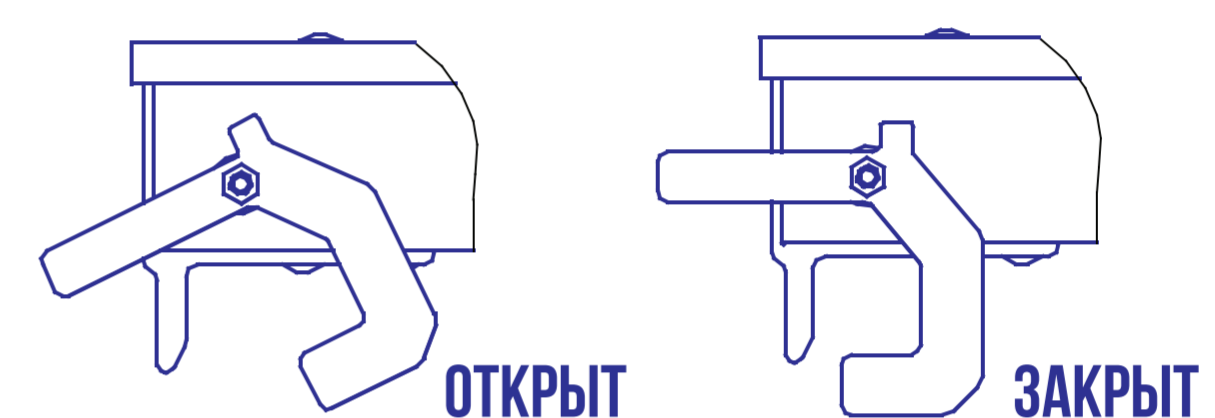
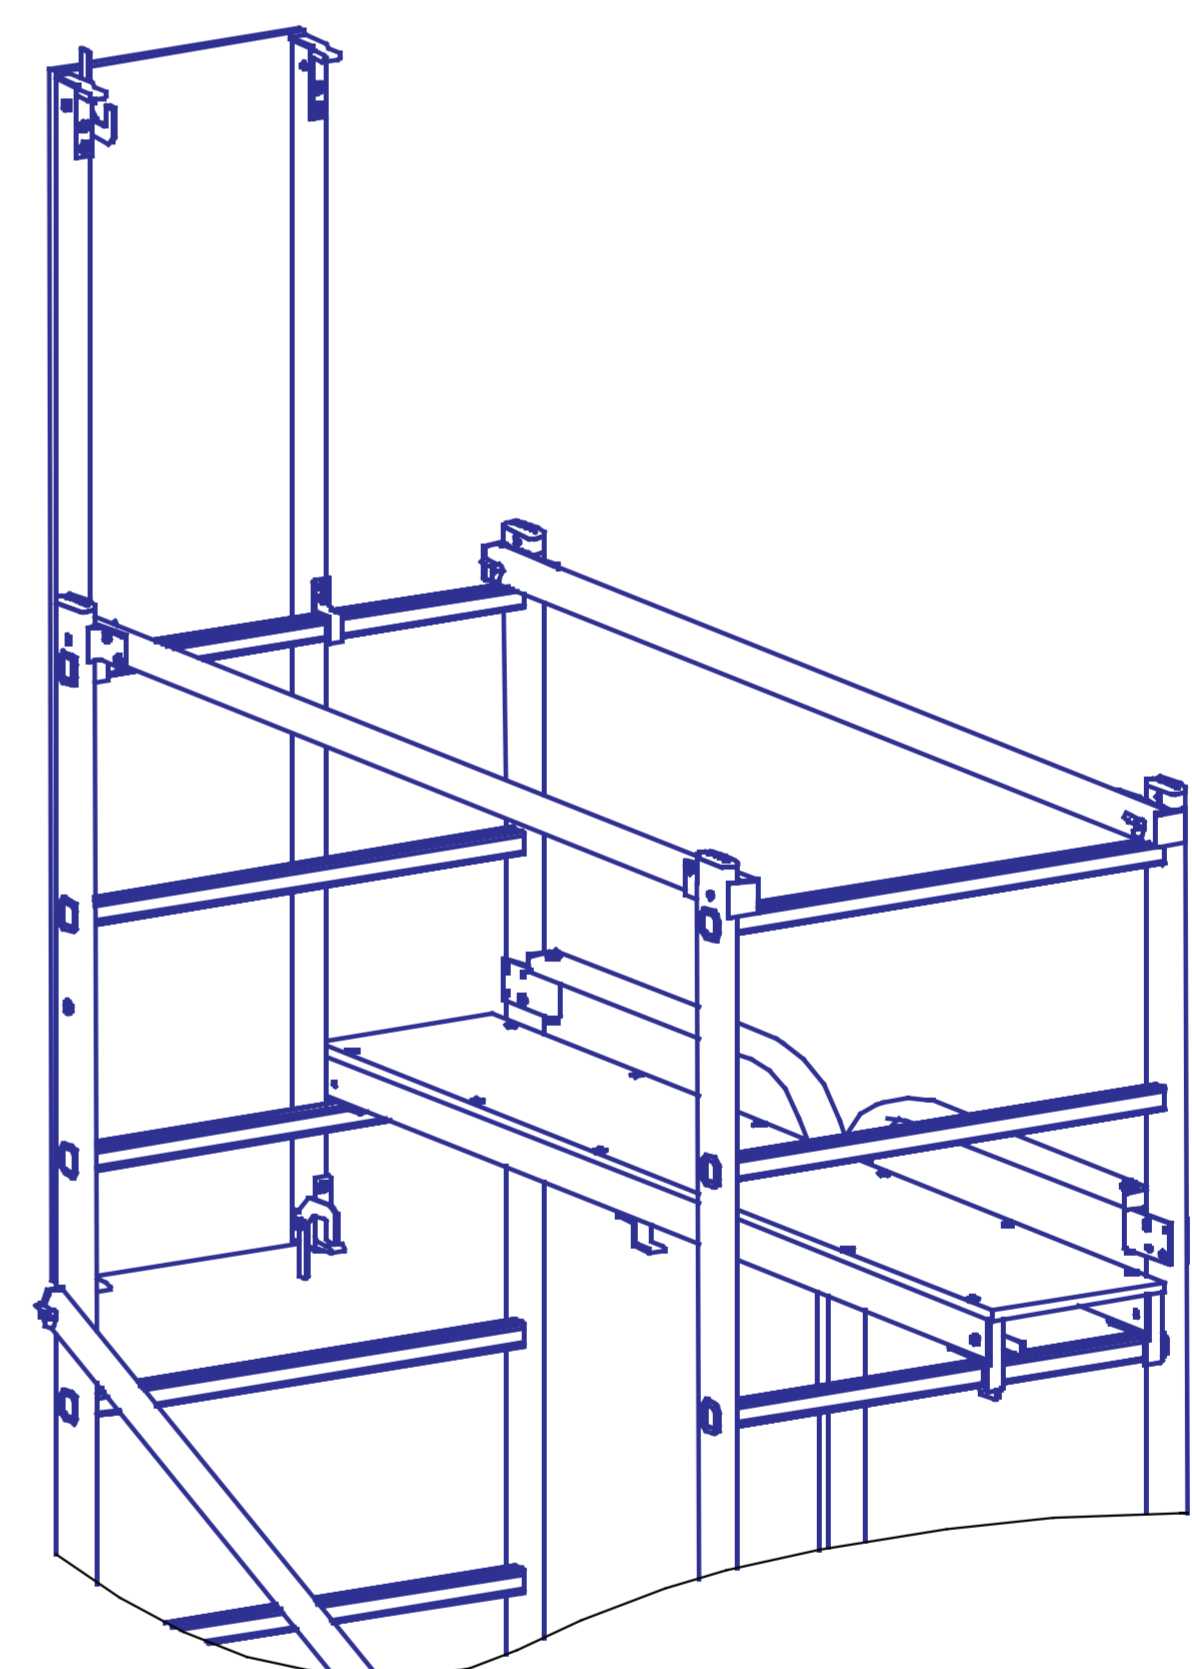
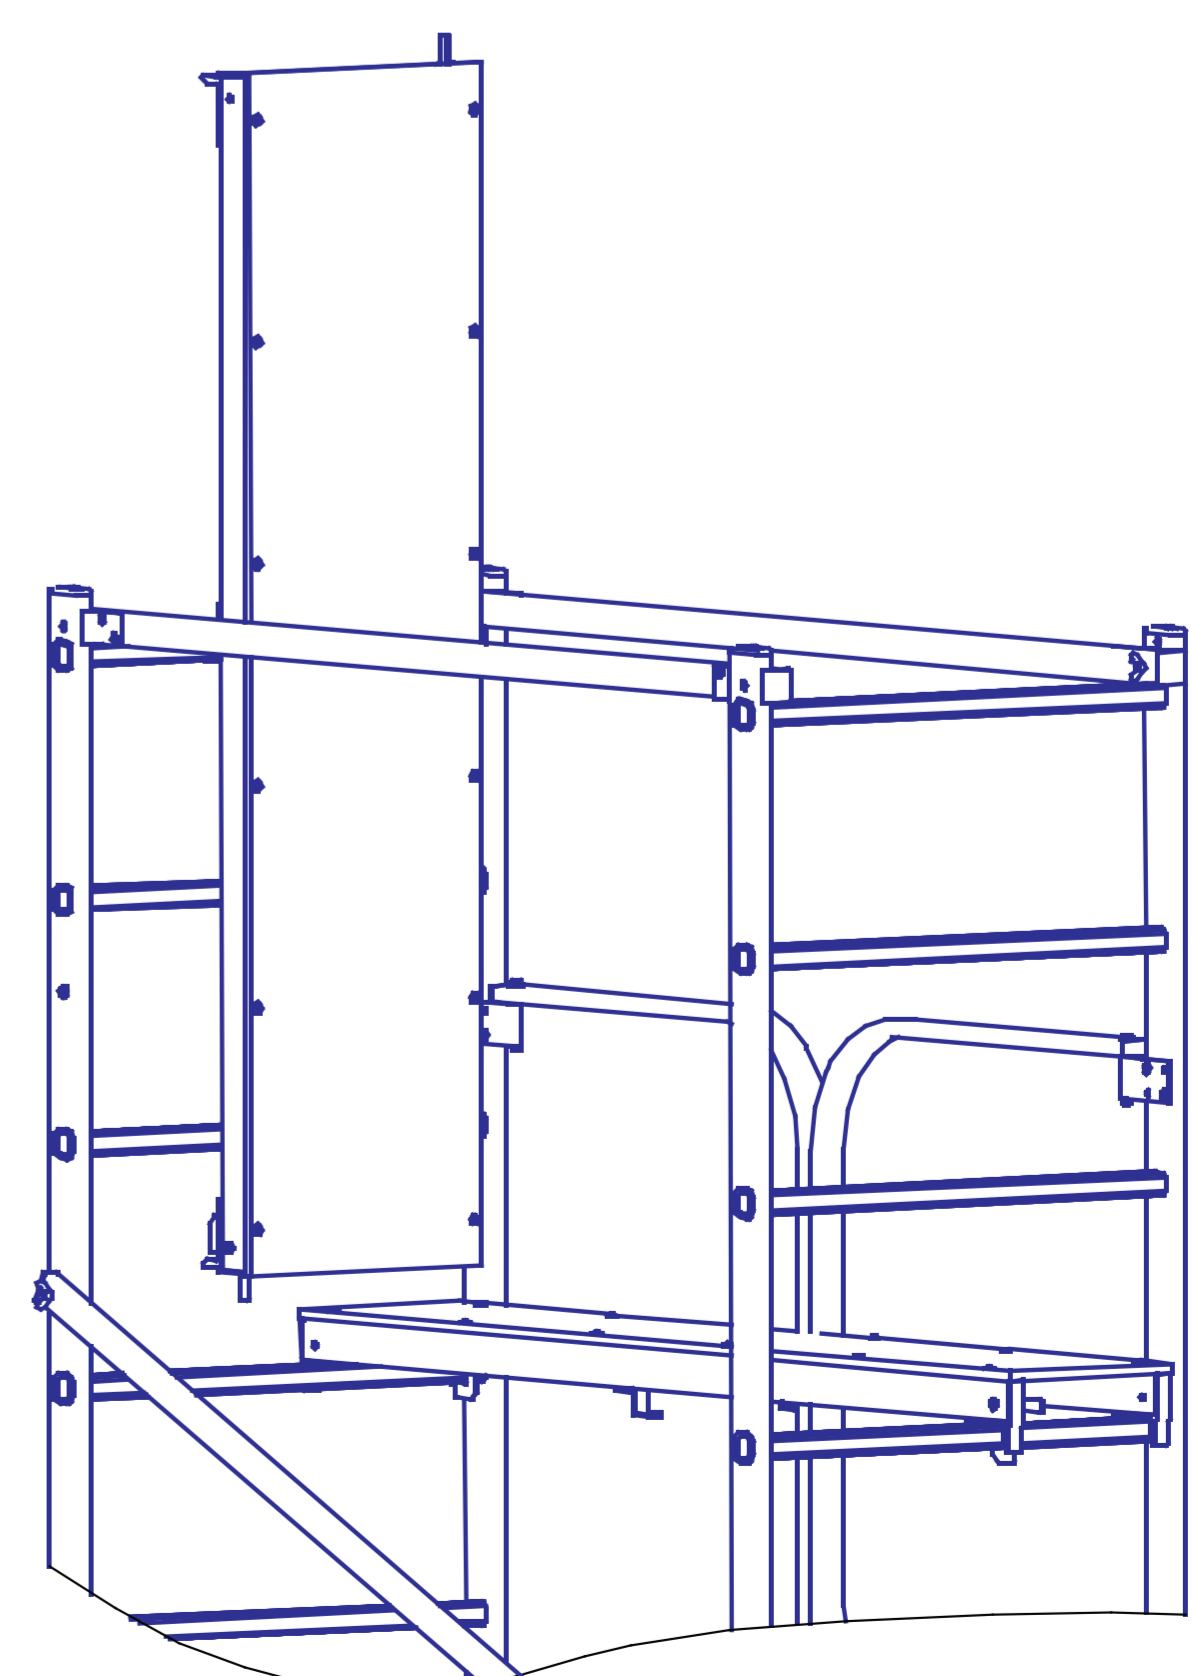

РИС. 2.
РИС. 3.
РИС. 4.
2.5. ВОЗЬМИТЕ ПЛАТФОРМУ УЗКУЮ **ПОЗ. 6** И УСТАНОВИТЕ ЕЕ НА СТУПЕНИ СЕКЦИЙ СКЛАДНЫХ — **ПОЗ. 1.** ДО УСТАНОВКИ ПЛАТФОРМЫ ЗАМКИ-ФИКСАТОРЫ ДОЛЖНЫ БЫТЬ В ПОЛОЖЕНИИ «ОТКРЫТ» — **РИС. 2.** ПОСЛЕ УСТАНОВКИ ПЛАТФОРМЫ УЗКОЙ ПЕРЕВЕДИТЕ ЗАМКИ-ФИКСАТОРЫ В ПОЛОЖЕНИЕ «ЗАКРЫТ».
2.8. УСТАНОВИТЕ ПЛАТФОРМУ ШИРОКУЮ **ПОЗ. 7** НА УРОВНЕ ПЛАТФОРМЫ УЗКОЙ **ПОЗ. 6.** ЗАМКИ-ФИКСАТОРЫ ПРИ ЭТОМ ДОЛЖНЫ БЫТЬ В ПОЛОЖЕНИИ «ОТКРЫТ» — **РИС. 2.** ПЕРЕВЕДИТЕ ЗАМКИ-ФИКСАТОРЫ В ПОЛОЖЕНИЕ «ЗАКРЫТ». ПОДМОСТИ ГОТОВЫ К РАБОТЕ.
ЕСЛИ СБОРКА ВЕДЕТСЯ ОДНИМ ЧЕЛОВЕКОМ, ТО ДО МОНТАЖА ПЛАТФОРМЫ ШИРОКОЙ НА МАКСИМАЛЬНОЙ ВЫСОТЕ ДОПУСКАЕТСЯ ЗАКРЕПИТЬ ЕЕ ПРИ ПОМОЩИ ТРАНСПОРТНЫХ КРЮКОВ НА СТУПЕНИ С НАРУЖНОЙ СТОРОНЫ ОДНОЙ ИЗ СЕКЦИЙ — **РИС. 3.**
ДЛЯ МОНТАЖА НА ВЫСОТАХ НИЖЕ МАКСИМАЛЬНОЙ ДОПУСКАЕТСЯ КРЕПЛЕНИЕ ПЛАТФОРМЫ ШИРОКОЙ НА ВНУТРЕННЕЙ СТОРОНЕ ОДНОЙ ИЗ СЕКЦИЙ — **РИС. 4.**
А. НАХОДЯСЬ НА ПЛАТФОРМЕ УЗКОЙ, ПЛАВНО ОБЕИМИ РУКАМИ СНЯТЬ ПЛАТФОРМУ ШИРОКУЮ СО СТУПЕНИ СЕКЦИИ И СОРИЕНТИРОВАТЬ ЕЕ НА УРОВНЕ ПЛАТФОРМЫ УЗКОЙ. ОДНА СТОРОНА ПЛАТФОРМЫ ПРИ ЭТОМ ДОЛЖНА ОПИРАТЬСЯ НА СТУПЕНИ СЕКЦИЙ, ДРУГАЯ НА ПЛАТФОРМУ УЗКУЮ. НЕ СВЕШИВАЯСЬ ТЕЛОМ В СТОРОНУ СЕКЦИИ ШИРОКОЙ, СДВИНУТЬ ЕЕ ДВИЖЕНИЕМ ОТ СЕБЯ ДО ВЫРАВНИВАНИЯ С СЕКЦИЕЙ УЗКОЙ. ПЕРЕВЕСТИ ЗАМКИ-ФИКСАТОРЫ В ПОЛОЖЕНИЕ «ЗАКРЫТ» — **РИС. 2.**
4.1. ДЛЯ ПЕРЕМЕЩЕНИЯ ПОДМОСТЕЙ ВО ВРЕМЯ РАБОТЫ СНИМИТЕ ПЛАТФОРМУ ШИРОКУЮ **ПОЗ. 7,** ПРЕДВАРИТЕЛЬНО ПЕРЕВЕДЯ ЗАМКИ-ФИКСАТОРЫ В ПОЛОЖЕНИЕ «ОТКРЫТ» — **РИС. 2.** ЗАКРЕПИТЕ ПЛАТФОРМУ НА СТУПЕНИ С ВНУТРЕННЕЙ ИЛИ С НАРУЖНОЙ ЧАСТИ СЕКЦИИ — **РИС. 3, РИС. 4.** ОПУСКАЙТЕСЬ НА УРОВЕНЬ ПОЛА ПО СТУПЕНЯМ ВНУТРЕННЕЙ СТОРОНЫ ОДНОЙ ИЗ СЕКЦИЙ.